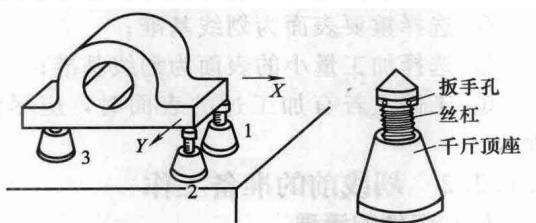

图 1-10 千斤顶
b. **千斤顶** 简单千斤顶由底座和丝杠组成。通常是三个一组使用，用来支承毛坯或形状不规则的待划线工件，并可调整高度，以便找正工件，如图 1-10 所示。
③ 钢直尺 钢直尺是一种常用的量具，在尺面上刻有尺寸刻线，最小刻线为 0.5mm。